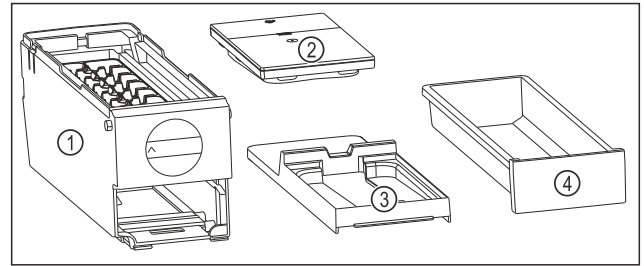

Fig. 85 Bestandteile des EasyTwist-Ice
- ▷ EasyTwist-Ice ist in vier Teile zerlegt. (siehe Fig. 85)
- EasyTwist-Ice nur in abgebildete Bestandteile zerlegen. (siehe Fig. 85)
- EasyTwist-Ice-Korpus Fig. 85 (1) als Ganzes reinigen.